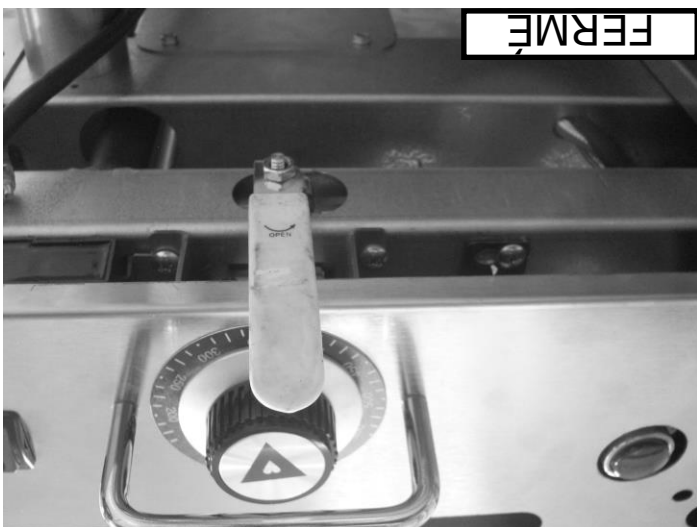

Fig. 6
1. Fermez le robinet d'arrêt de la plaque chauffante (Voir Fig. 6 à la page 9). Attendez 5 minutes pour permettre au gaz accumulé dans le compartiment des brûleurs de s'échapper.
8. Si vous avez complété les étapes 1 à 7 et que la veilleuse n'est pas allumée, fermez le robinet d'arrêt de la plaque chauffante (Voir Fig. 6 à la page 9) et contactez une agence de service autorisée.
Ce modèle comporte un système d'allumage électrique qui est contrôlé par un interrupteur d'alimentation à rappel. L'interrupteur d'alimentation ouvre et ferme seulement le système d'allumage électrique et fournit seulement l'alimentation aux allumeurs lorsqu'il est maintenu ouvert. Les brûleurs et les veilleuses d'allumage continueront à fonctionner lorsque l'interrupteur d'alimentation est fermé jusqu'à ce que l'alimentation en gaz à l'appareil soit coupée ou que le robinet d'arrêt du gaz de la plaque chauffante soit fermé (Fig. 6). En cas de défaillance du système d'allumage électronique, il est possible d'allumer les veilleuses à l'aide d'une source d'inflammation extérieure (telle qu'une tige pour allumer les bougies, etc.). Voir la procédure d'allumage de la veilleuse.
Chaque section de 30 cm de la plaque chauffante peut être fermée de façon indépendante en réglant le thermostat correspondant à la position FERME. Vous pouvez aussi laisser tous les thermostats réglés aux positions désirées et fermer toutes les sections à la fois en fermant le robinet d'arrêt de la plaque chauffante (Fig. 6). Cela fermera l'alimentation en gaz des veilleuses et des thermostats pour toutes les sections. Pour remettre l'appareil en fonction, il faut ouvrir le robinet d'arrêt de la plaque chauffante (Fig. 5) et rallumer les veilleuses au début de la prochaine période de cuisson. Voir la procédure d'allumage de la veilleuse.